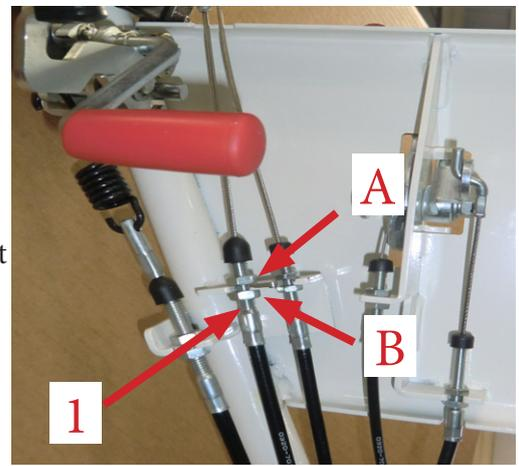

Bild 20
- Wenn die Maschine nicht fährt oder der Antriebskeilriemen durchrutscht, stellen Sie den Antriebskupplungsbowdenzug (Bild 20 Pos.1) wie folgt ein: Lösen Sie die Muttern (Bild 20 Pos. A & B) und erhöhen Sie die Spannung, ziehen Sie die Muttern A & B wieder an. Führen Sie einen Funktionstest durch. Wenn die Maschine trotz entspanntem Spannhebel für den Antriebskeilriemen fährt, verringern Sie die Bowdenzugspannung. Wenn die Einstellung nicht effizient ist, wenden Sie sich an Ihren Fachhändler.